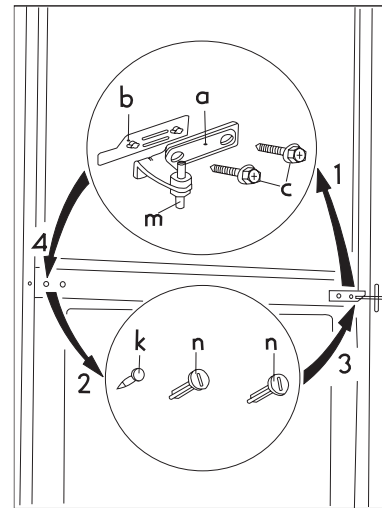

Abb. 1
- Mittleres Scharnier abschrauben und durch Anheben der beiden Türen entfernen (Abb. 1)
- Beide Türen abnehmen und Blindstopfen umsetzen (Abb. 1).
- Blindstopfen am Mittelsteg umsetzen und beide Türen mit dem mittleren Scharnier wieder einsetzen (Abb. 1).